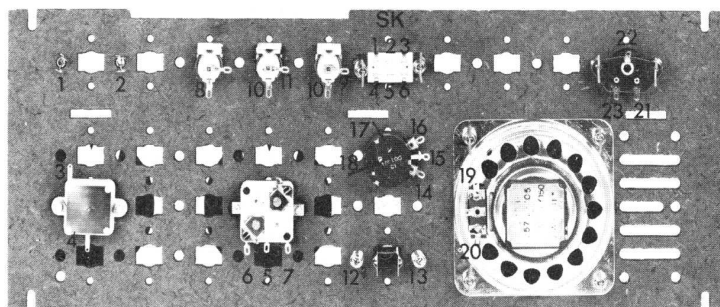

fig. 55
2.4. Elektrisk anslutning mellan grundplatta och främre platta. På kopplingsplanerna slutar vissa långa ledningar i pilar, vilka är markerade med siffror. Dessa ska alltid dras med röd isolerad tråd och kopplas till de med motsvarande markeringar försedda anslutningarna på främre plattan (fig 55).